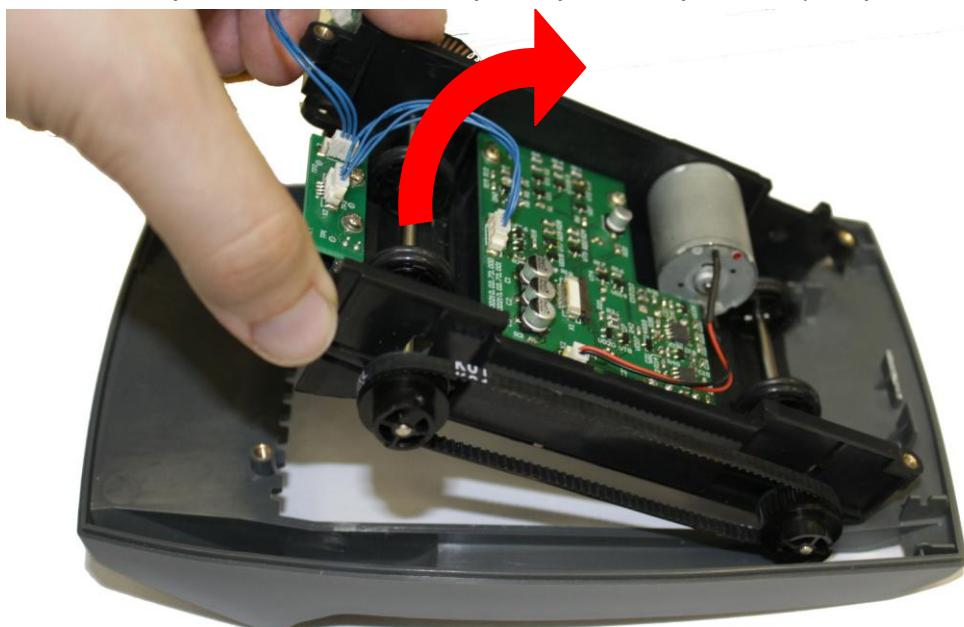

Рис. 8.26
8.11.3 Снимите каркаса нижнего в сборе с крышкой средней (см. рис.8.26).